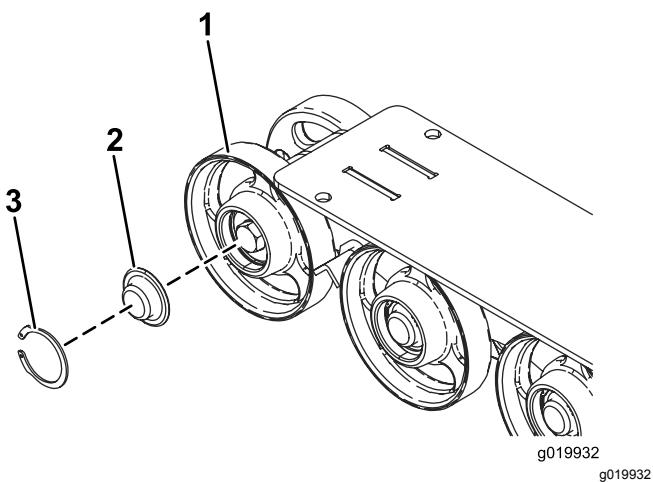

Bild 51
5. Nehmen Sie den Sprengring und die Kappe vom Straßenrad ab (Bild 51).
6. Prüfen Sie das Schmiermittel unter der Kappe und um die Dichtung (Bild 51). Wenn es schmutzig, körnig oder verbraucht ist, entfernen Sie das gesamte Schmiermittel, wechseln Sie die Dichtung aus und fügen Sie neues Schmiermittel hinzu.
8. Setzen Sie die eingefettete Straßenradkappe auf den Schraubenkopf (Bild 51).
9. Befestigen Sie die Straßenradkappe mit dem Sprengring (Bild 51).